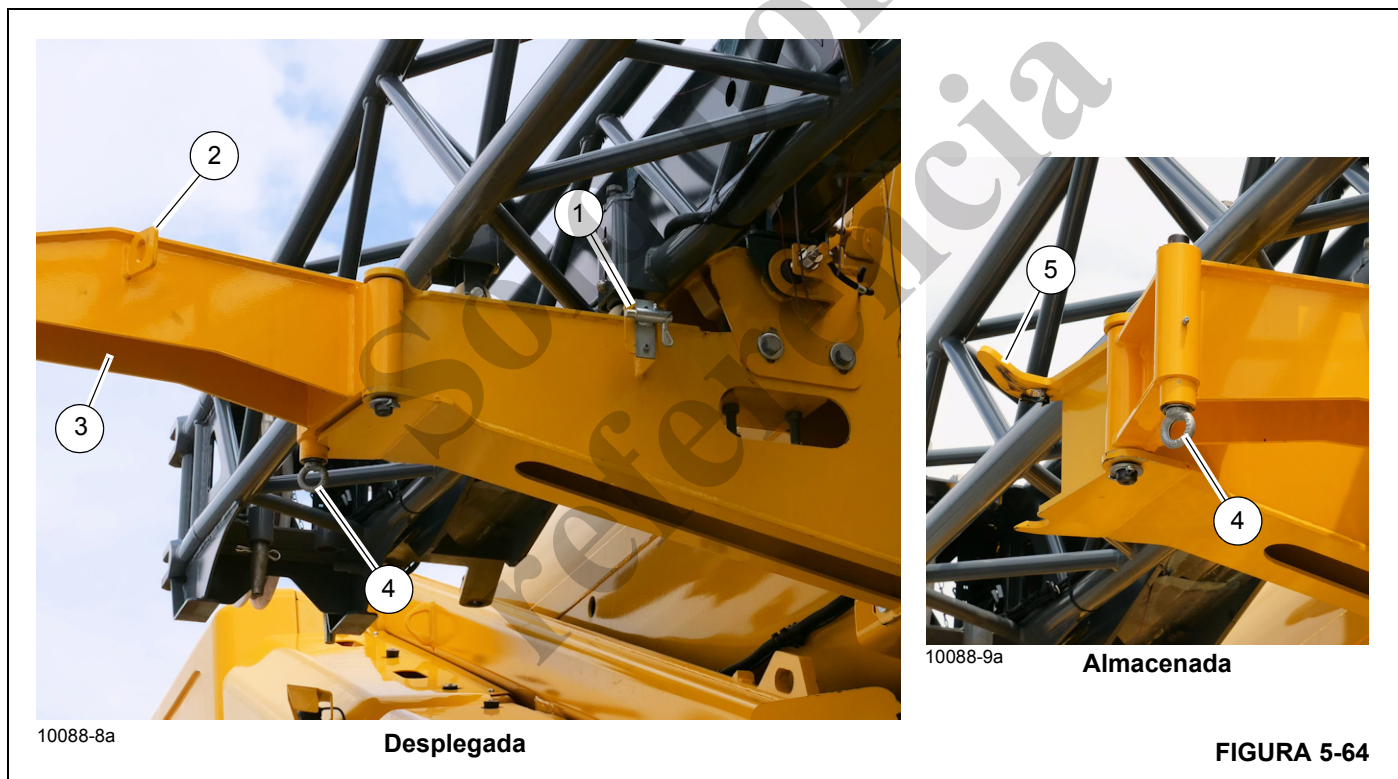

FIGURA 5-64
5. Asegúrese de que la rampa trasera de extensión de la pluma (3, Figura 5-64) está en posición de elevación. Si la rampa no está elevada, retraiga el pasador de retención (1) del soporte (2) para liberar la rampa de extensión de la pluma trasera (3) de la posición de almacenamiento. Gire por completo la rampa de extensión de la pluma trasera (3) en la posición de elevación. Asegúrese de que el pasador (4) se bloquee en posición en el soporte trasero de la extensión de la pluma (5).